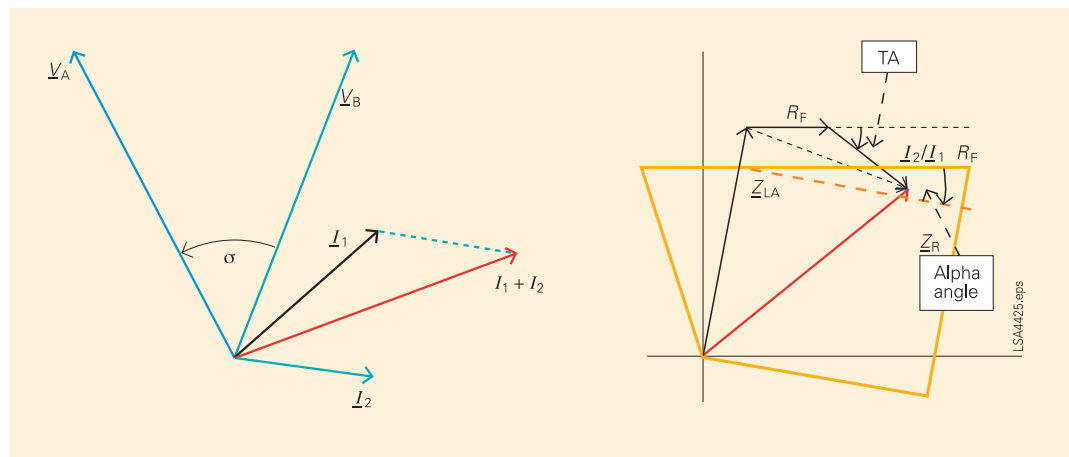

Bild 29 Übertragungswinkel für die Alphawinkeleinstellung (Polygonabschrägung)
Aus den Spannungs- und Stromzeigern in Bild 29 ist der Einfluss des Übertragungswinkels (TA), d.h. der Winkel zwischen den Spannungen VA und VB, auf den gemessenen Fehlerwiderstand zu ersehen. In der Impedanzebene wird der Zeiger  $I_2/I_1$  RF durch den Übertragungswinkel nach unten gedreht. Das Risiko, dass ein externer Fehler in Zone 1 vordringt, wird aufgezeigt. Um dies zu verhindern, werden die Grenze der X-Einstellung für Zone 1 durch den „Alphawinkel“ nach unten geneigt. Eine genaue Berechnung des „Alphawinkels“ ist kompliziert und hängt in großem Maße von sich ändernden Bedingungen im Versorgungsnetz ab. Daher wird der ungünstigste praktische Fall ausgewählt, um die Einstellung für den „Alphawinkel“ festzusetzen. Zu diesem Zweck muss der größte Übertragungswinkel (TA), der während normaler Überlastbedingungen im Versorgungsnetz auftreten kann, auf den folgenden Satz von Kurven angewendet werden.